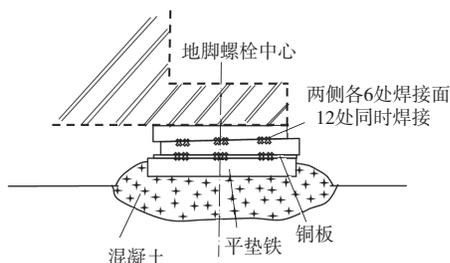

图6 长斜垫铁与平垫铁焊接示意
(1) 垫铁组的使用。每个地脚孔安放2组垫铁且斜垫铁要成对使用。垫铁端面应露出设备底面外缘, 平垫铁宜露出10~30 mm, 斜垫铁应露出20~30 mm, 以便于调整。垫铁组伸入设备底座底面的长度应超过设备地脚螺栓的中心。垫铁与地脚螺栓的距离为50~150 mm, 便于螺栓孔内灌浆。除铸铁垫铁外, 各垫铁相互间应焊接固定, 采用点焊方式将平垫铁与斜垫铁点焊接在一起(见图6和7)。